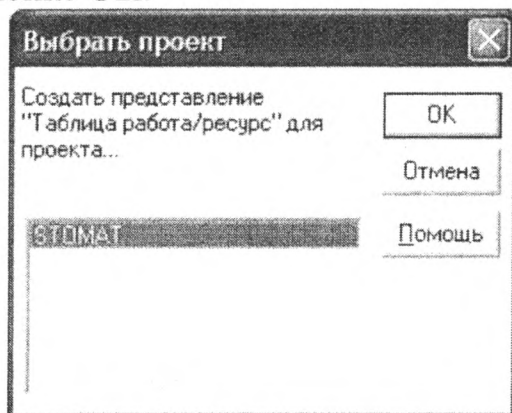

Рис. 39. Создание *Таблицы работа/ресурс*
2. В появившемся окне (рис. 39) укажите имя файла проекта, для которого создается таблица.